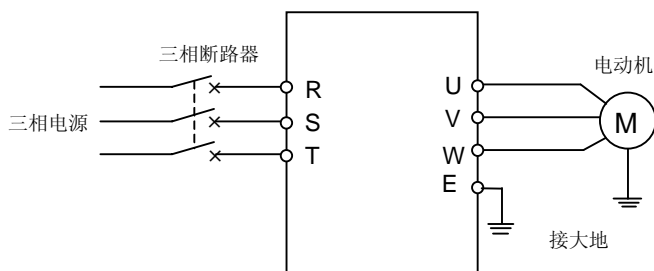

图 4-2 简单运行接线图
- ① 按图 4-2 接线；
- ② 确认接线无误后合上电源开关，接通电源，变频器先显示 "P.oFF"，稍后显示 "0"，辅显示短暂显示软件版本。
- ③ 确认频率设定通道为面板数字设定方式 ([F0.1] = 0)；
- ④ 根据变频器拖动电动机的额定铭牌数据，确认是否对参数[F1.3]、[F1.4]进行设置；
- ⑤ 按 **FWD** 键启动变频器，变频器输出 0 频率，显示 "0.0"；
- ⑥ 按 **▲** 键，增大设定频率，变频器的输出频率增加，电机转速加快；
- ⑦ 观察电机的运行是否正常，若有异常立即停止运行，并断电，查清原因后再运行；
- ⑧ 按 **▼** 键减小设定频率；
- ⑨ 按 **STOP** 键停止运行；并切断电源开关。